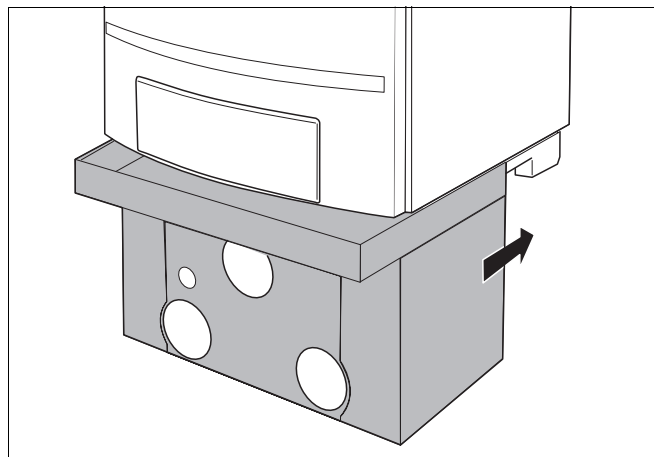

Рис. 21 Установка защитной крышки
- Установить защитную крышку, введя верхнюю окантовку крышки в направляющие с нижней стороны котла (рис. 21).